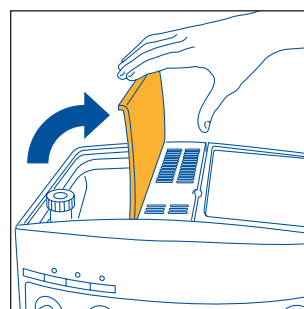

Fig. 2
- Öppna locket till behållaren för kaffebönor (fig. 2).